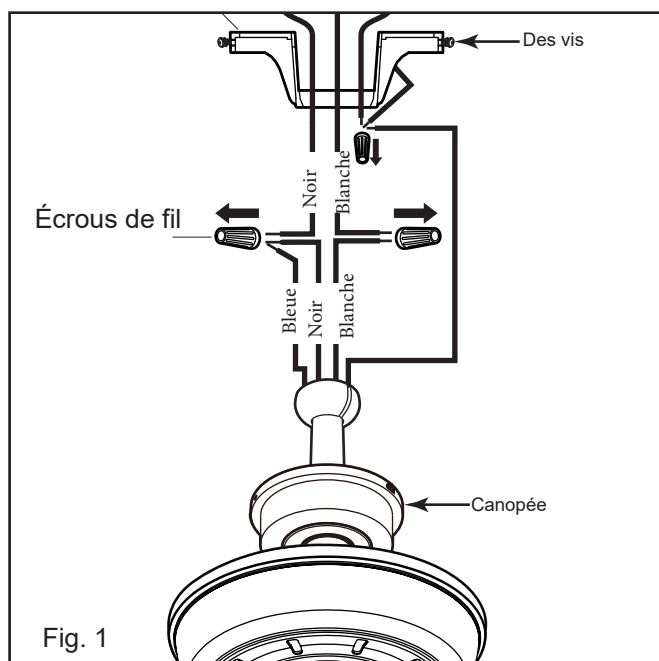

Fig. 1
2. Débranchez le câblage existant entre le ventilateur de plafond et l'alimentation au niveau de la boîte de jonction électrique. (Fig. 1)